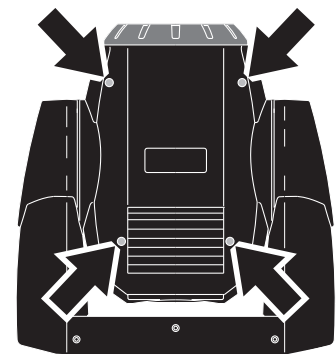

Figure 1
2. Voir Figure 1. Démontez les vis de fixation des couvercles (repérées ci-contre) et déposez les deux couvercles. Vous pouvez laisser les capots pendre aux élingues de sécurité ou les déclipser et les déposer complètement, ce qui sera plus pratique.